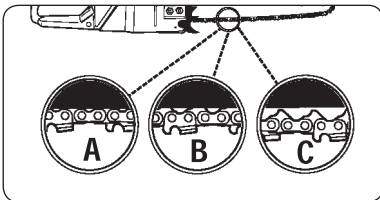

Fig. 6
ATTENTION: Si la chaîne est trop détendue ou trop tendue, le pignon d'entraînement, le guide-chaîne, la chaîne elle-même et le vilebrequin seront usés beaucoup plus vite. La Fig. 6 décrit la bonne façon de tendre une chaîne froide (A), chaude (B), ainsi qu'une chaîne dont la tension doit être réglée (C).